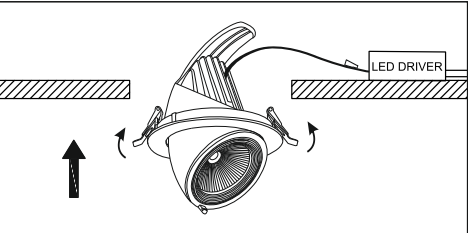

Рис. 3
- 5.7 Прижмите пружинные клипсы к корпусу осветительного прибора, правильно вставьте светильник в установочное отверстие, убедитесь, что он установлен правильно (рис. 3 и 4).